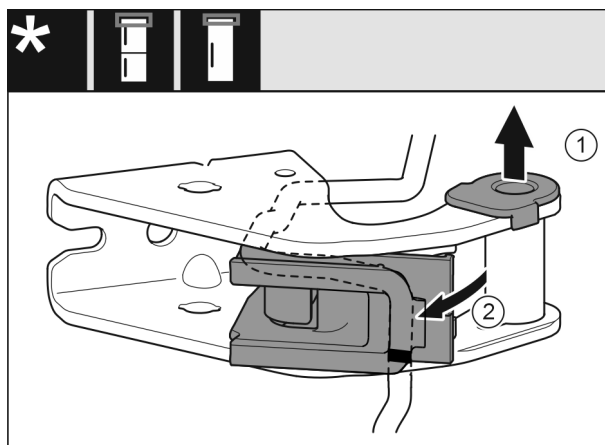

Fig. 14
- ▶ Estrarre la boccola dalla guida. Fig. 14 (1)
- ▶ Ruotare verso l'esterno il supporto cavi. Fig. 14 (2)